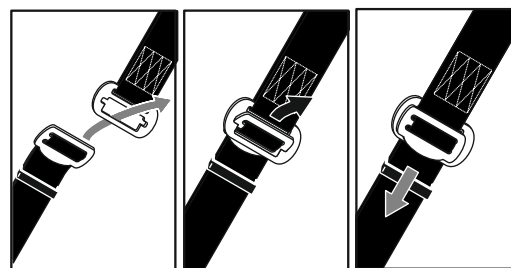

рис. 8
- протяните по очереди набедренные лямки между ног (рис. 7), застегните пряжки (рис. 8).